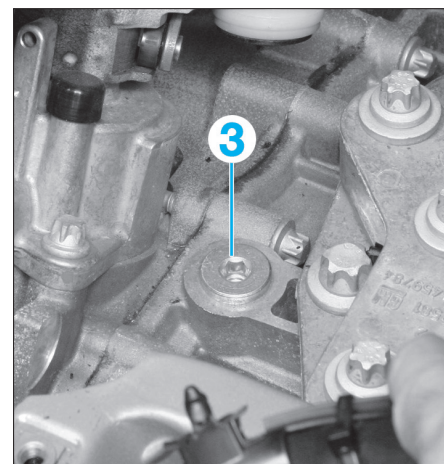

FIG. 10
- Déposer le bouchon de remplissage (3) (fig. 10).